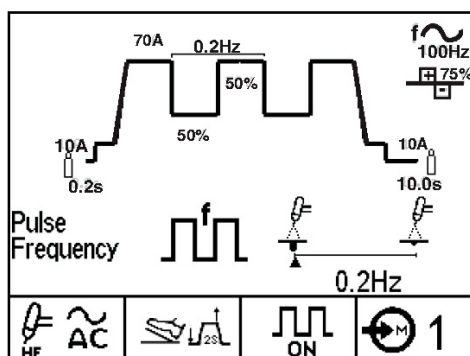

Figure B.4c
- Pulse TIG (voir Figure B.4c)
2. L'**affichage des paramètres** montre que le symbol du paramètre ainsi que sa valeur sont affichés. Pour changer la valeur, tourner l'encodeur. Certains paramètres comme la fréquence AC ont un symbol qui montre l'effet dans l'arc de soudage en fonction de la valeur préréglé. Lorsque ces paramètres sont ajustés, le symbol bouge pour montrer l'effet du paramètres. La figure B.4c montre en exemple l'affichage de l'effet du réglage de la fréquence de pulsation. Voir en tableau B.1, la liste des symbols.